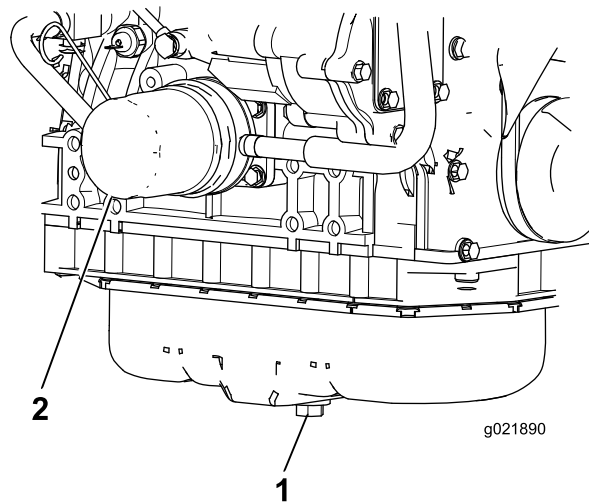

Figura 75
1. Retire o tampão de escoamento e deixe o óleo escorrer para um recipiente adequado (Figura 75).
3. Retire o filtro do óleo (Figura 75).